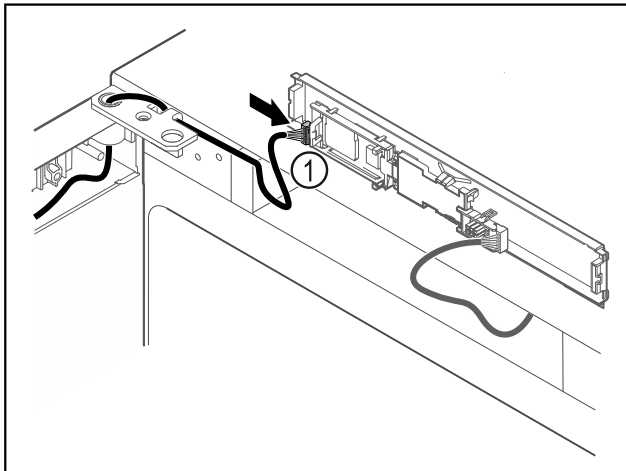

Fig. 65
- ▶ Sett pluggen Fig. 65 (1) inn i kretskortet.